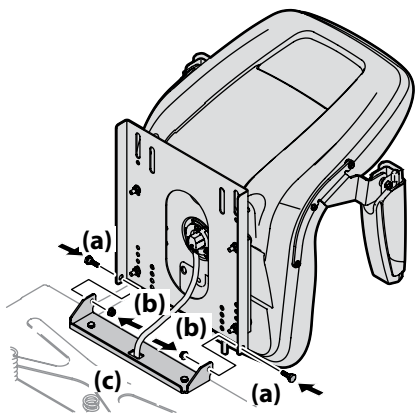

Figura 2-4
- Gire el asiento hasta la posición deseada y asegúrelo en su lugar con los tornillos de reborde y las tuercas de seguridad con brida que extrajo antes. Tenga cuidado de no doblar o dañar el cableado mientras instala el asiento. Vea la Figura 2-4.